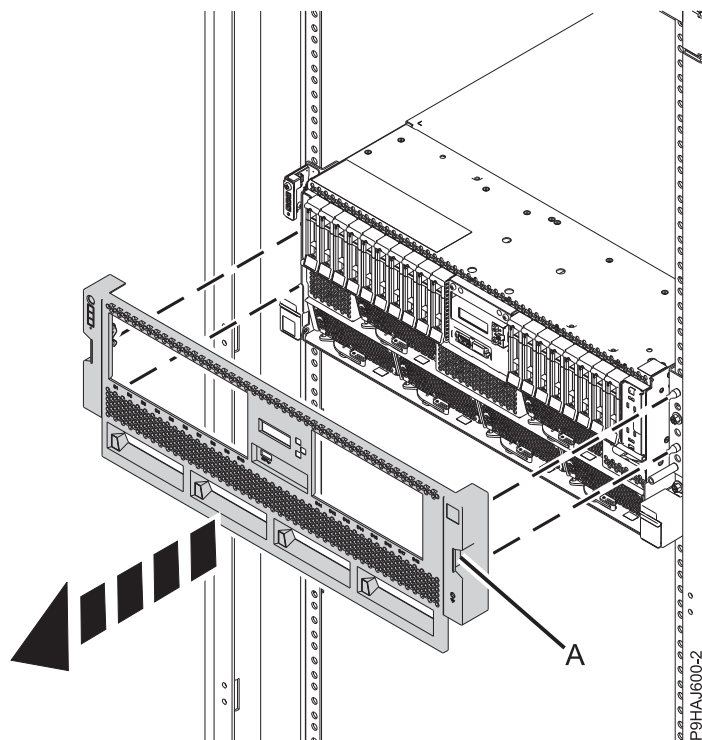

Abbildung 38. Vordere Abdeckung ausbauen
- Bauen Sie bei einem Einschubsystem die vordere Abdeckung aus, indem Sie sie vom System wegziehen. An der Abdeckung befinden sich Vertiefungen (A), an denen Sie sie besser festhalten können. Siehe Abb. 38 auf Seite 64.